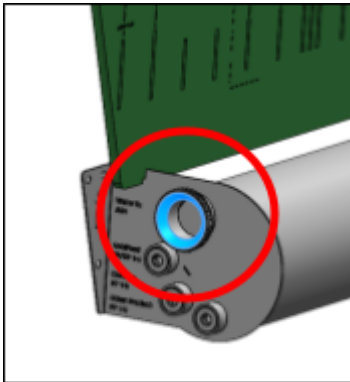

Figuur 10.
- Positioneer de kogelkraan zo dat het handvat in geopende stand van de mengtank afwijst. Zie figuur 10.